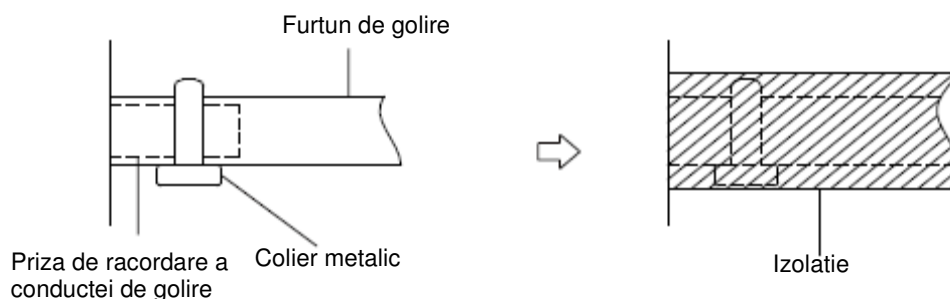

Fig. 6.1
2. Atasati gura furtunului de golire la conducta de evacuare a unitatii. Blindati gura furtunului si prindeti-o bine cu o clema pentru conducta. (Fig 6.1)